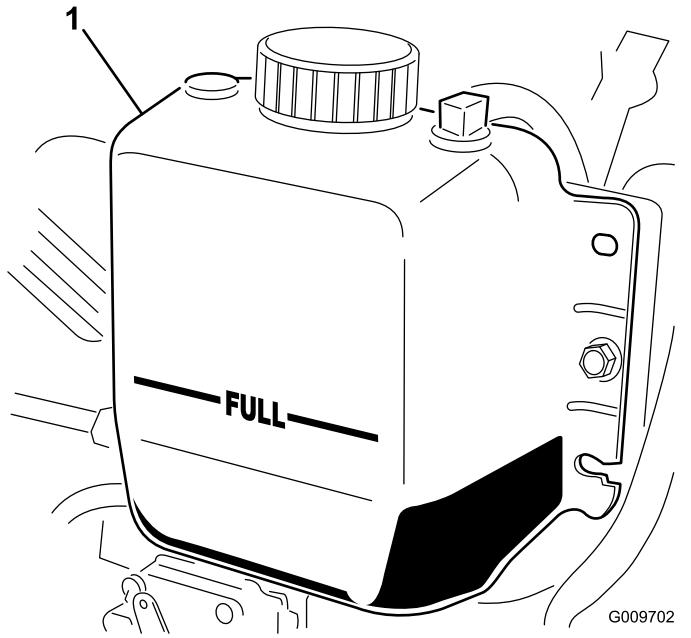

图 72
3. 检查散热器冷却液液位。散热器中的冷却液应添加至加液口颈的顶部而膨胀水箱中的冷却液应添加至已满标记处 图 72。